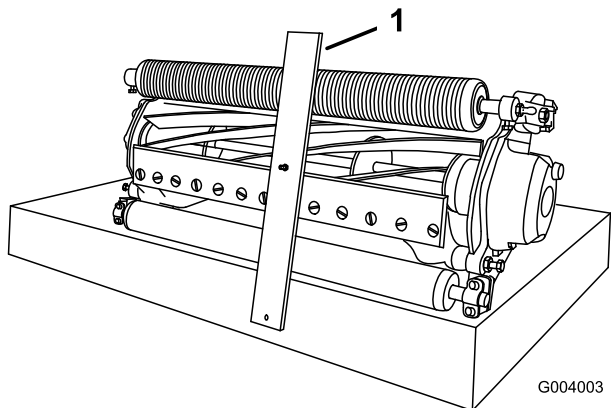

図 17
- ゲージバーのネジ頭を下刃の先端に引っかけ、バーの後端をローラの後部に当てがう（図 17）。